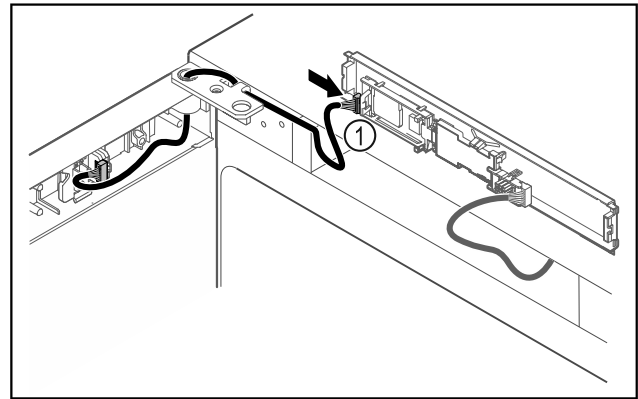

Fig. 46
- Brancher le connecteur Fig. 46 (1) sur la platine.